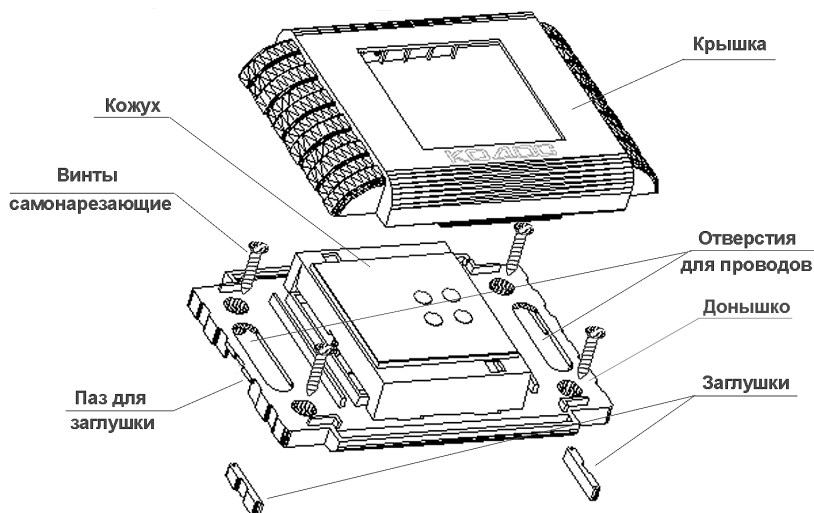

Рисунок 11 – Монтаж сигнальных адресных блоков
- а) снять с адресного блока крышку (см. рисунок 11);
ж) через отверстия для проводов (если провода идут из стены) или через пазы для заглушек и отверстия для проводов (в случае, если провода проложены в коробе) (см. рисунок 11), протянуть провода к кожуху адресного блока;